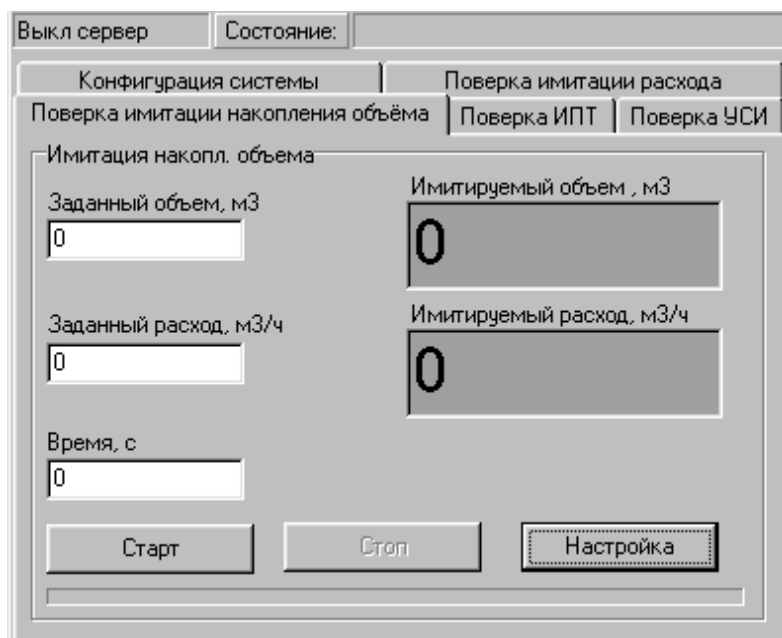

Рис. 53. Вид вкладки «Поверка имитации накопления объема».
4.7.4.1.3. Для определения относительной погрешности набора объема активизируется вкладка **Поверка имитации накопления объема** (рис.53).